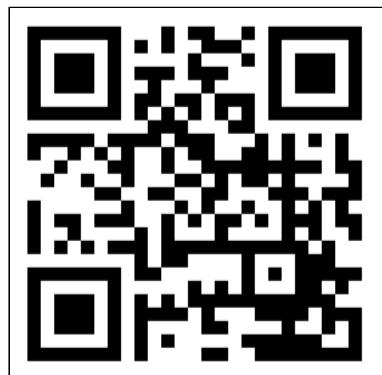

Figure 105.
1. Otevřete návod aplikace Eurom Smart pomocí QR kódu (Figure 105) nebo přejděte na stránku www.eurom.nl/en/manuals.